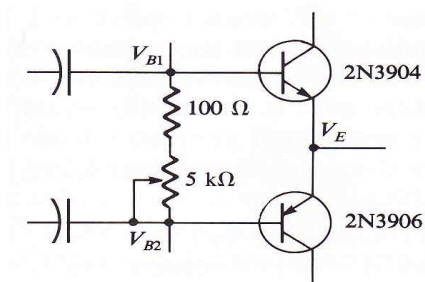

Figura 3: Amplificador con Potenciómetro
6. Desconecte la señal de entrada y reemplace el potenciómetro y el resistor con dos diodos 1N914 o 1N4148 como muestra la figura 3. Vuelva a conectar la fuente y observe la señal de salida. Explique el resultado. Mida los valores de los voltajes V_{B1} , V_{B2} y compare con los esperados.